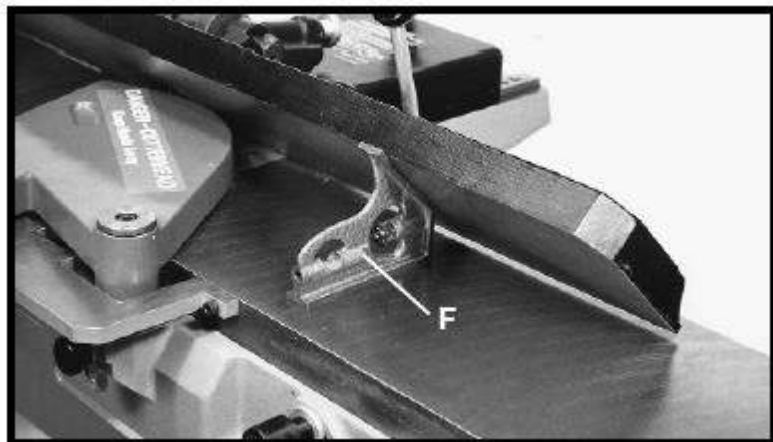
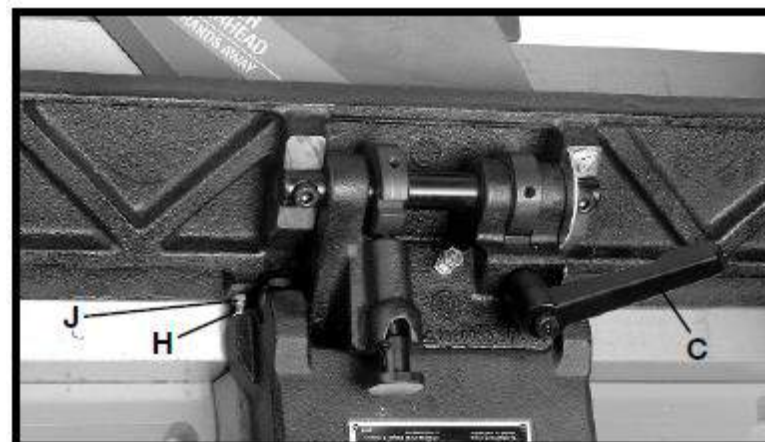

Рис. 32
Рис. 33
4. Наклонить параллельный упор как можно дальше вовнутрь и с помощью комбинированного угольника (F), рис. 32, проверить, чтобы угол наклона параллельного упора составлял  $45^\circ$ , как показано на рисунке. При необходимости в регулировке ослабить контргайку (H), рис. 33, и вворачивать или выворачивать регулировочный винт (J) до тех пор, пока угол наклона параллельного упора не составит  $45^\circ$ , и затянуть контргайку (H). Затем затянуть фиксирующую рукоятку (С).